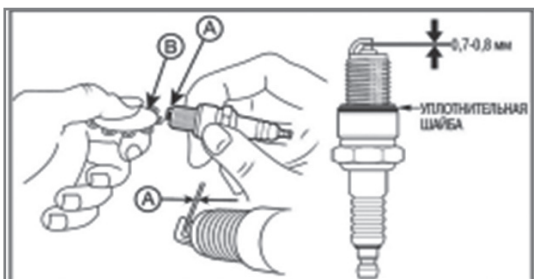

Рис. 21 Зазор между электродами свечи зажигания
4. Измерьте зазор А между электродами свечи зажигания специальным щупом В (Рис. 21). Зазор должен быть 0,7- 0,8 мм (Рис. 21). При увеличении или уменьшении требуемого зазора, рекомендуется заменить свечу, так как регулировка зазора может привести к изменению качества искрообразования.